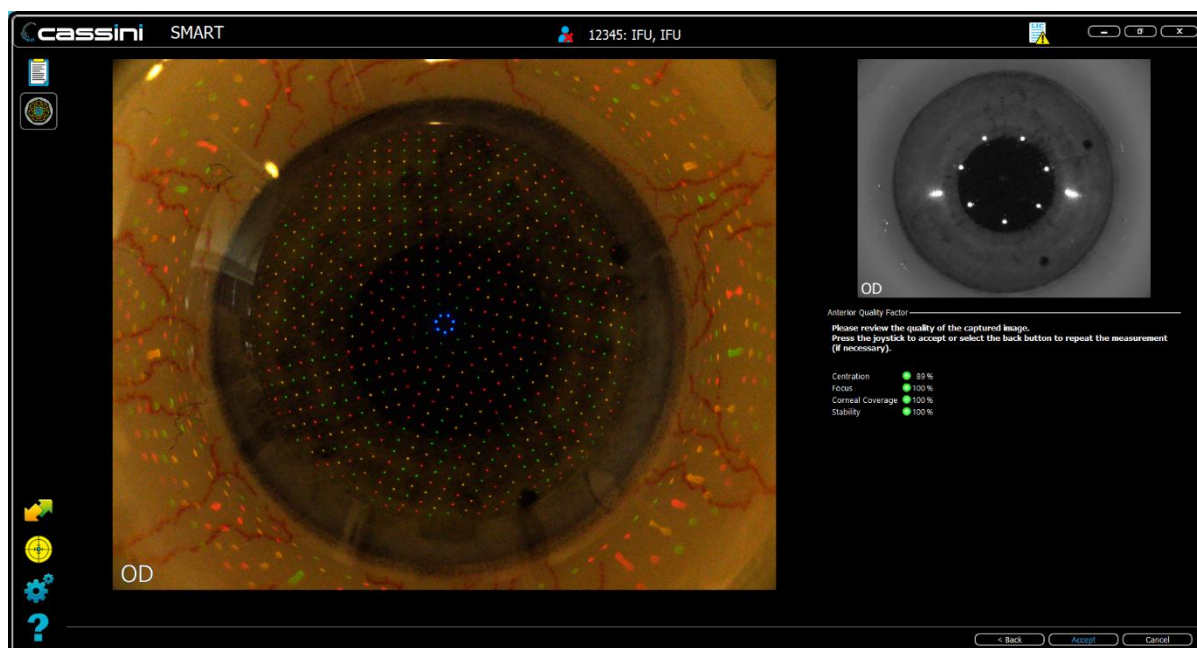

Figura 41: Captura con indicador del Quality Factor
5. Tras la activación, la imagen capturada se muestra junto con un indicador inicial del Quality Factor (Figura 41)